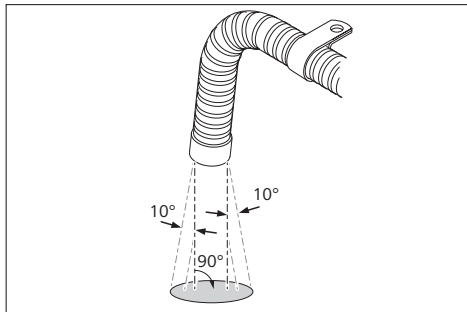

Bild 21: Avgasutsläppets monteringsläge
- ▶ Avgasledningen ska fästas fast maximalt 150 mm före avgasutsläppet så att avgaserna kommer ut i en vinkel på $90^\circ \pm 10^\circ$ mot marken. Se Bild 21.